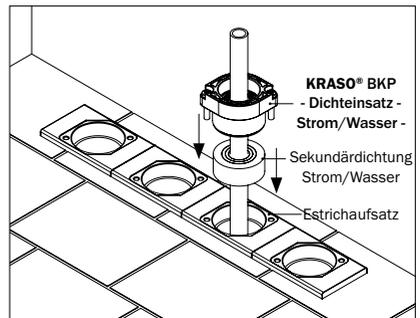

Abbildung 5.3: Einbausituation **KRASO® Bauherren-Komfortpaket - Boden** mit Estrichaufsatz, **KRASO® BKP - Dichteinsatz - Strom/Wasser** - und Rohrleitung
- Schieben Sie den **KRASO® BKP - Dichteinsatz - Strom/Wasser** - mit der Gummidichtung voraus über die Rohrleitung bis in den Estrichaufsatz des **KRASO® Bauherren-Komfortpakets - Boden**. Beachten Sie, dass die Schraublöcher am Dichteinsatz und die Kernlöcher am Estrichaufsatz übereinander liegen (s. Abbildung 5.3).